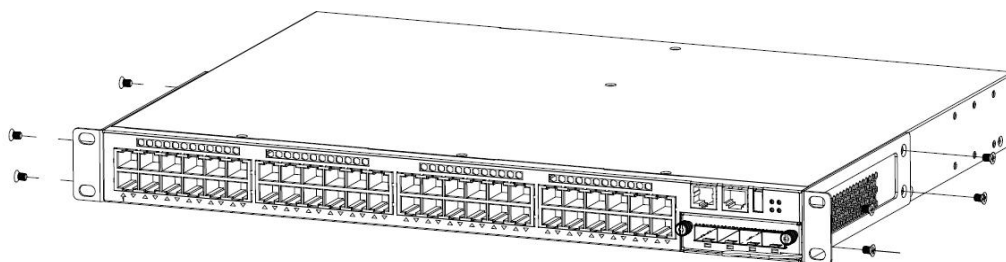

图 2-1 I 前挂耳安装示意图
- 步骤 3** 取出螺钉（与前挂耳配套包装），将前挂耳的一端安装到交换机上，如图 2-1